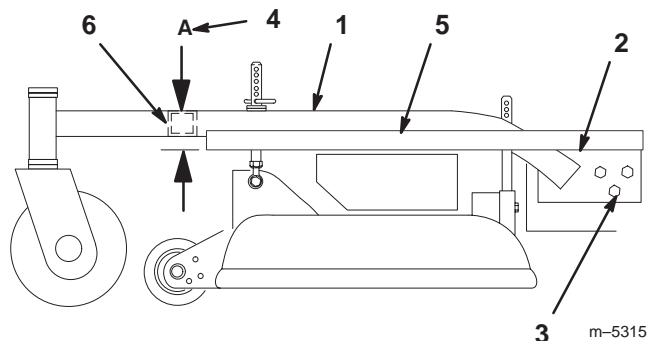

Figure 45
2. Placez une longue planche, ou autre objet similaire, parfaitement droite en haut du moteur, comme illustré à la Figure 45.
3. Au niveau du tube transversal du bâti porteur, mesurez la hauteur au point "A" (Fig. 45). Elle doit être égale à 71,4 mm \pm 6 mm.
5. Desserrez les boulons de montage du bâti porteur de chaque côté de la machine (Fig. 45).
6. Alignez le bâti porteur et le plancher moteur à la même hauteur qu'au point "A", c.-à-d. 71,4 mm \pm 6 mm (Fig. 45).